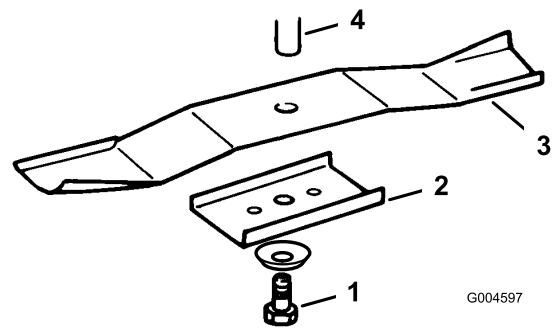

Figura 36
3. Retire el perno (llave de 5/8”), la arandela curva, el retén y la cuchilla (Figura 36). Se puede insertar un bloque de madera entre la cuchilla y el cortacésped para bloquear la cuchilla mientras se retira el perno.
1. Instale la cuchilla, el retén, la arandela curva (con la copa hacia la cuchilla) y el perno de la cuchilla (Figura 36).